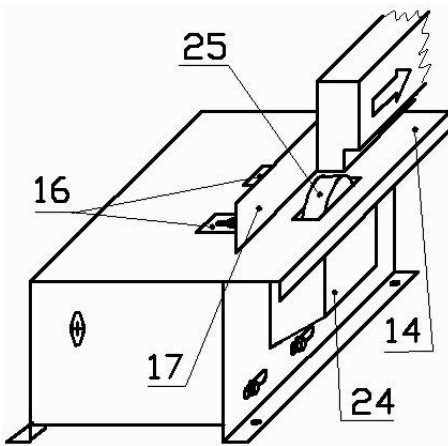

Рис. 10
4.5. Фрезерование горизонтальное. (Рис.10).